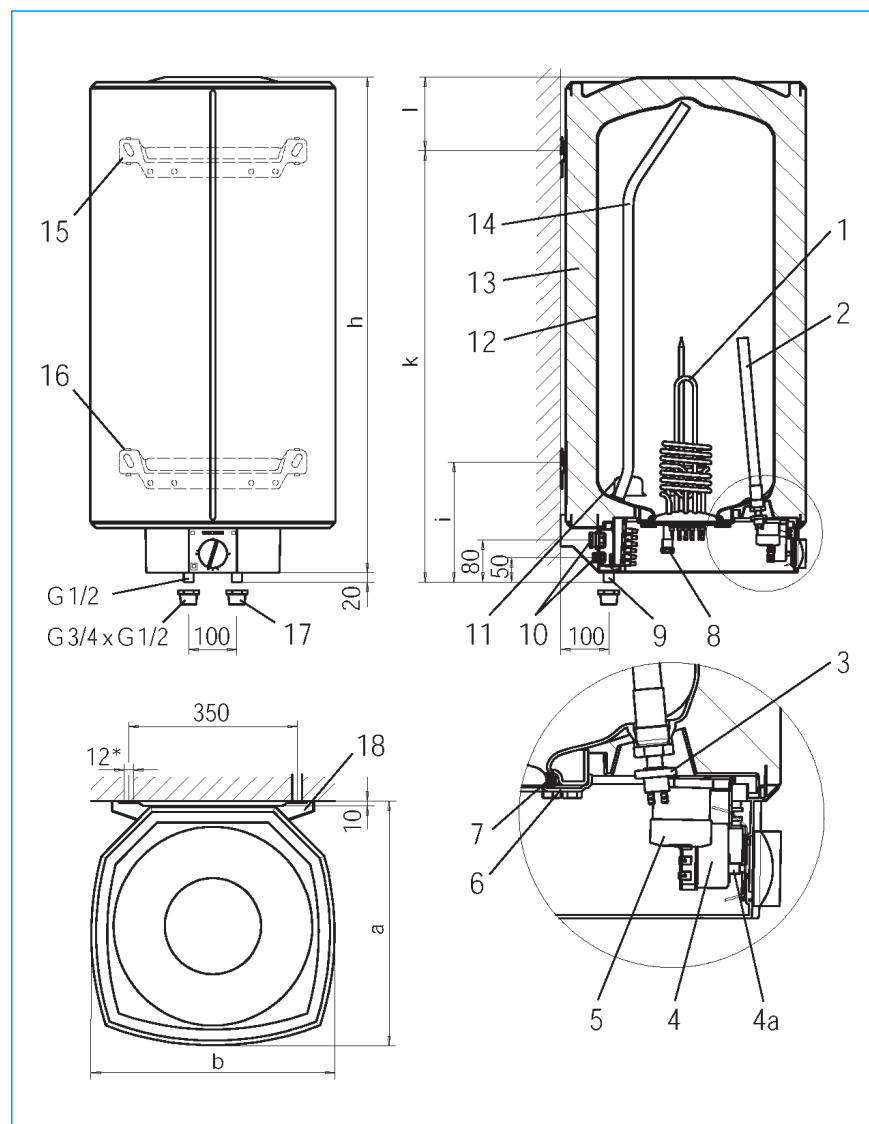

Fig. 4
- Para temperaturas inferiores a -15°C (por ejemplo durante el transporte o almacenaje), el limitador de temperatura puede soltarse, bastará con rearmarlo (fig. 4, Pos. 4a).